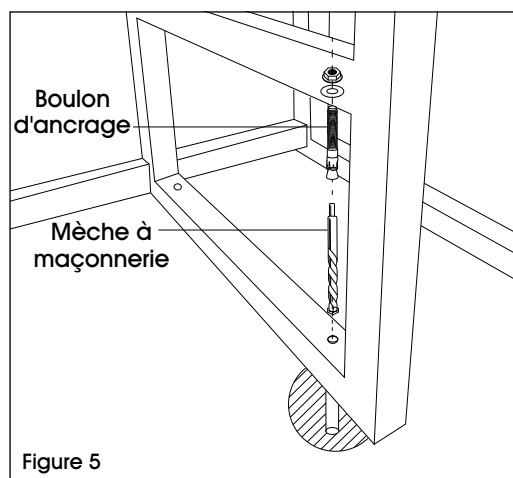

Figure 5
2. Percez un trou d'environ 3 1/2 po de profondeur dans le sol avec une mèche à maçonnerie de 1/2 po de diamètre. (Voir Figure 5)
3. Retirez les débris et la poussière de l'intérieur du trou. Insérez le boulon d'ancrage entièrement dans le trou d'ancrage du support, puis dans le trou du béton. (Voir Figure 5)